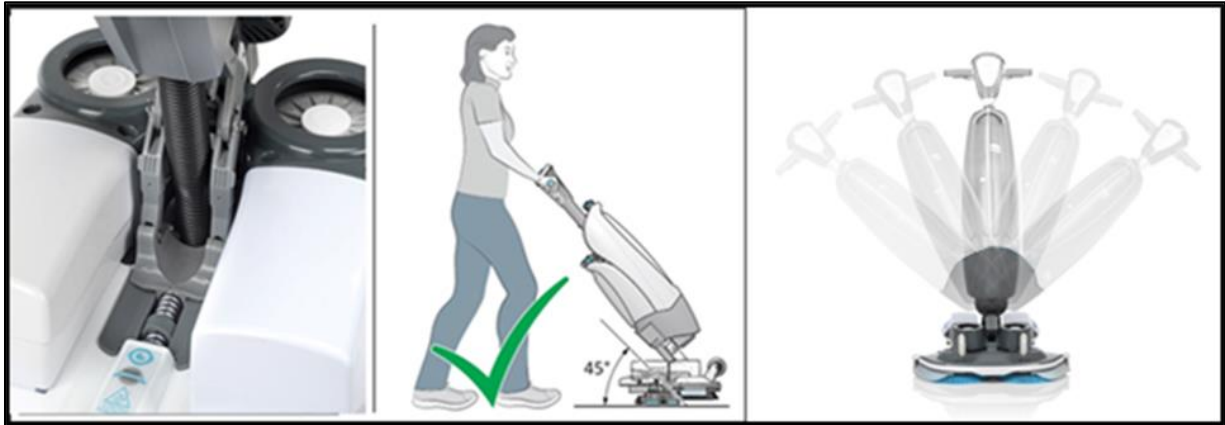

Figure 23b
1. Stationnement avec l'i-balancer. (figure 23b)